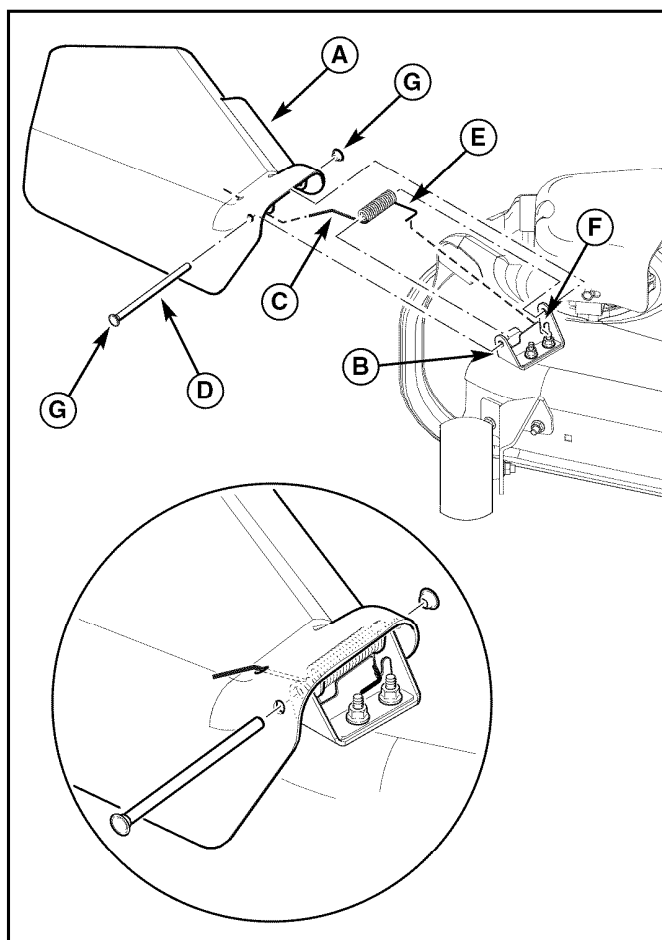

Figura 5. Instalación del conjunto del deflector de carga lateral
1. Coloque el conjunto del deflector (A, Figura 5) dentro del la bisagra del deflector (B) en el lado derecho de la plataforma del cortacésped. Alinee los orificios del deflector con los orificios del bisagra.
2. Inserte el extremo más largo del muelle de torsión (C) por el orificio ranurado del deflector.
3. Inserte la barra de la bisagra (D) por un extremo del conjunto y del bisagra del deflector, a través del muelle de torsión, y sáquela por el otro extremo del conjunto y del bisagra del deflector.